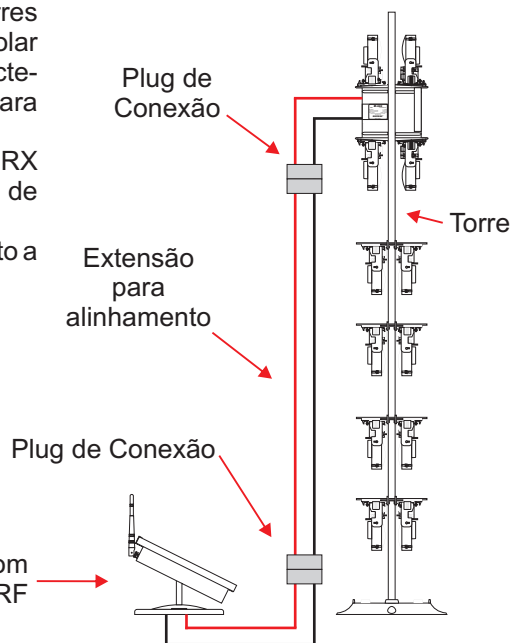

Figura 9
- Obs: No caso de utilização da haste de elevação **D127**, primeiro efetue o alinhamento óptico com o Módulo de Energia Solar RF (Figura 9) e somente depois instale-o no **D127**.